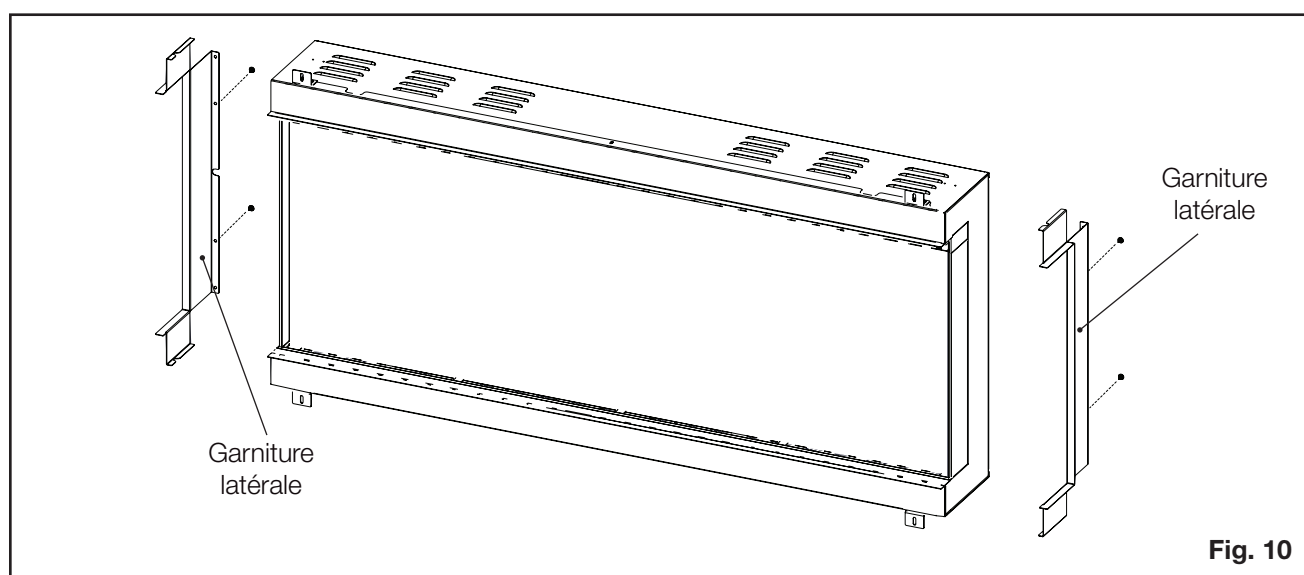

Fig. 10
3. Pour le côté fermé désiré, retirez les vis de l'arrière et du bas du foyer qui s'alignent avec le panneau, puis fixez les panneaux à l'aide des vis à métaux fournies. **(Fig. 10).**
4. Fixez les deux garnitures latérales en retirant les vis de l'arrière du foyer qui s'alignent avec la garniture la garniture, puis fixez la garniture à l'aide des vis à métaux fournies. **(Fig. 10).**